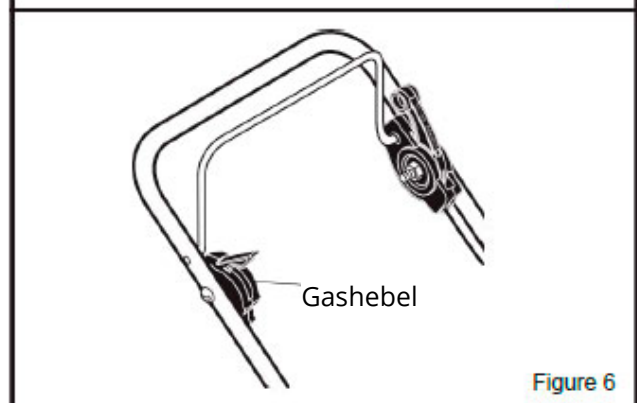

Figure 6
3. Um den Motor abzustellen, ziehen Sie den Griff ganz nach hinten auf „STOP“ (siehe Abbildung 6).